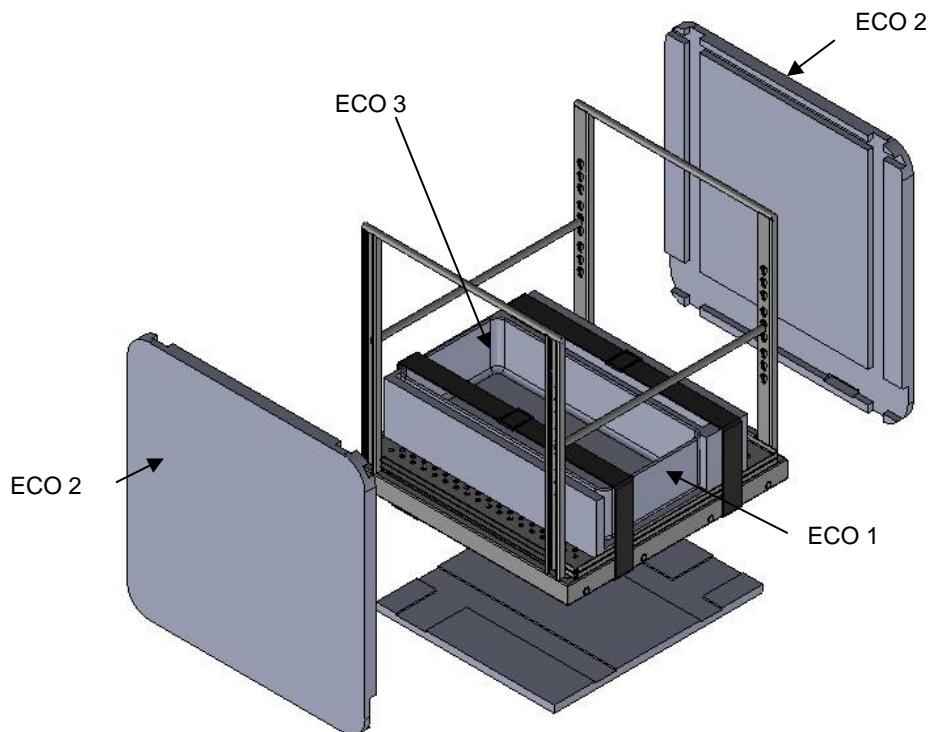

Abb. 8: Packen der Sterilisierkammer
- ◆ Platzieren Sie in jeder Sterilisierkammer ECO 300 einen gepackten Beschickungswagen BW 666L zusammen mit den Schaumstoffen ECO 1 (unter dem Beschickungswagen) und jeweils 2 Schaumstoffen ECO 2 (vor und hinter dem Beschickungswagen, siehe Abb. 8:).